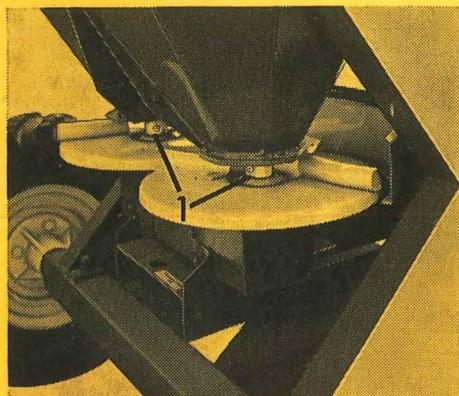

Abb. 7
- Schwerspannstifte (Abb. 7/1) aus den Rührköpfen entfernen.